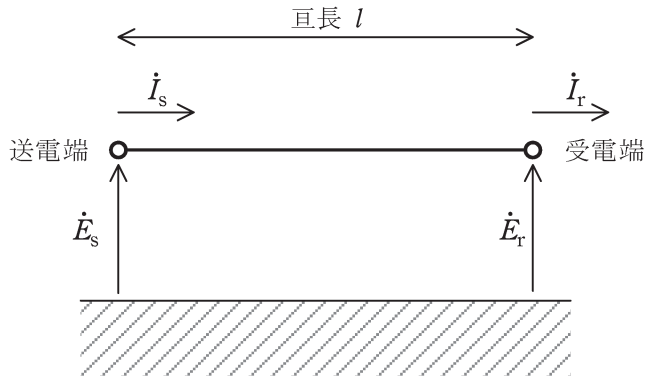
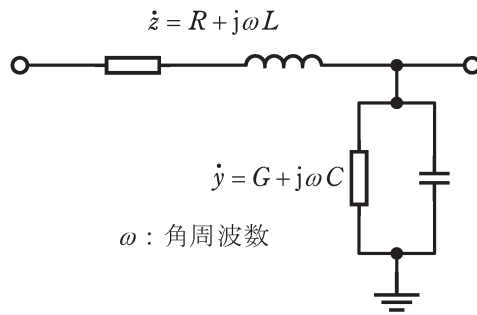

図 1
図 2
長距離送電線路は、線路定数が線路に沿って一様に分布した分布定数回路として考える必要がある。いま、図1に示す亘長  $l$  の送電線路において、送電線路単位長ごとの直列インピーダンス及び並列アドミタンスを図2のとおり表すとき、送電端の相電圧  $\dot{E}_s$ 、電流  $\dot{I}_s$  と受電端の相電圧  $\dot{E}_r$ 、電流  $\dot{I}_r$  の関係は、送電線路の四端子定数  $\dot{A}$ 、 $\dot{B}$ 、 $\dot{C}$ 、 $\dot{D}$  を用いて、次のとおり表すことができる。
次に、図2における抵抗分  $R$  とコンダクタンス分  $G$  は無視できるものとし、受電端において1相あたり有効電力  $P_0 = \frac{|\dot{E}_r|^2}{|\dot{Z}_w|} = \frac{E_r^2}{\sqrt{L/C}}$  (但し、力率は1とし、 $E_r$  は受電端電圧  $\dot{E}_r$  の大きさを表す。) を受電する場合の送電端電圧  $\dot{E}_s$  の大きさ  $E_s$  を求めると、 $E_s = \text{  } (4)$  となる。この状態から、受電する有効電力を減少させた場合、受電端電圧は送電端電圧に対して  (5) 。このような特徴があることから、 $P_0$  を3相分合計した値(固有送電容量と呼ばれる。)は、長距離送電線路の特性を把握するうえで重要な値である。